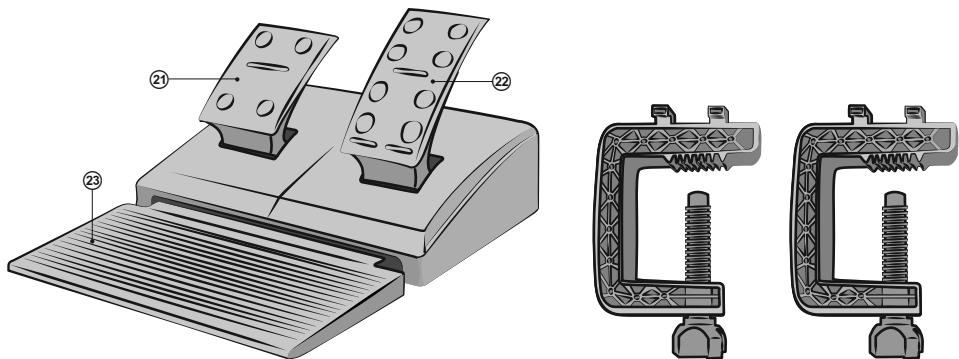

Рис. 5. Блок педалей и 2 скобы
- Установите устройство на ровной поверхности (например, столе) на присоски. Если необходимо, прикрепите его к столу с помощью 2 скоб (см. рис. 5).
- Подключите к устройству блок педалей (рис. 5) с помощью встроенного в блок кабеля к разъему RJ-11 ⑯, а потом подключите манипулятор кабелем USB ㉚ к свободному порту USB компьютера.